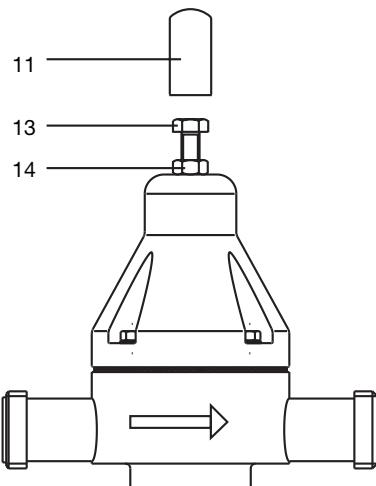

Fig. 3
- Enlevez le capuchon de protection (11) (cf. figure 3)
- dévissez la vis de réglage de pression (13) pour la décharge de pression (jusqu'à souplesse fonctionnelle)
- réglez la pression de service souhaitée en tournant la vis de réglage de pression (13) dans son taraudage (lisez la pression de réglage sur le manomètre)
- bloquez la vis de réglage de pression (13) en serrant le contre-écrou (14).